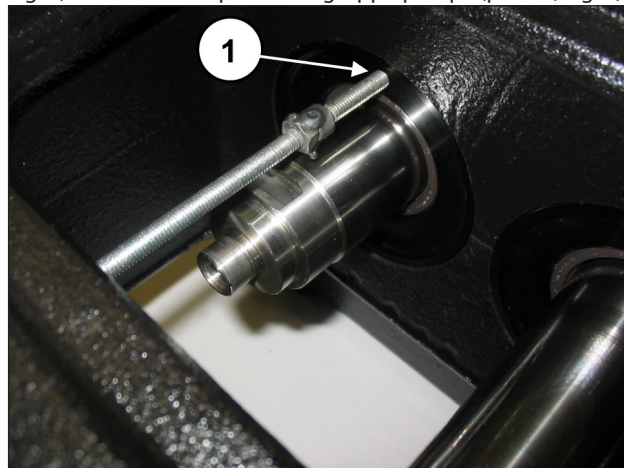
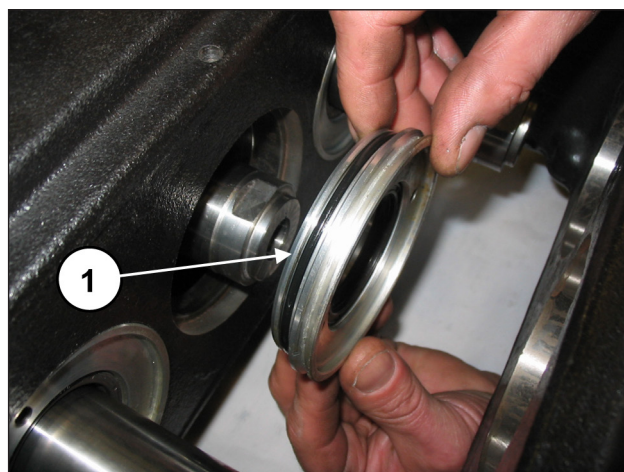

Fig. 3
Fig. 4
Avvitare una barra filettata o una vite M6 con funzione di estrattore negli appositi fori sul coperchio paraolio (pos. ①, Fig. 3) ed estrarre i coperchi dal gruppo pompa (pos. ①, Fig. 4).